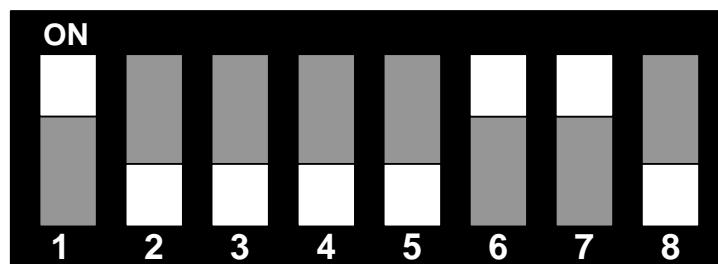

Рисунок 1 – Положение DIP-переключателей для программирования принтера.
- 2.1. Проверьте правильность установки DIP-переключателей на интерфейсной плате принтера, для чего извлеките интерфейсную плату принтера. Проверьте соответствие согласно рис. 1 (1-ON; 2-OFF; 3-OFF; 4-OFF; 5-OFF; 6-ON; 7-ON; 8-OFF).